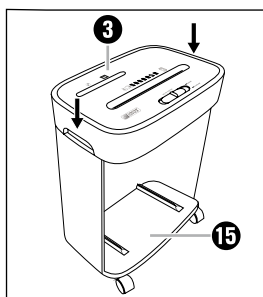

Fig. 2
- ◆ Poussez bien le dispositif de coupe **3** vers le bas jusqu'à ce qu'il s'enclenche de manière audible sur la base de l'appareil **15** (voir fig. 2).